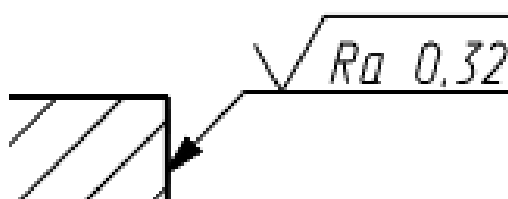

Рисунок 7-6
3. Указать точку на ребре, грани, координатной оси или плоскости. После этого перемещаемый элемент займет новое положение (Рисунок 7-6).